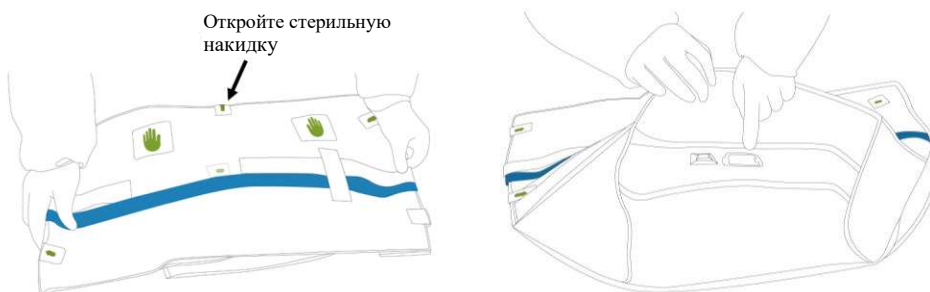

Рисунок 2.2. Раскрытие
2. Расположите чехол манипулятора инструментов на стерильном столе, чтобы отыскать и обнажить распорку интерфейса адаптера троакара (рис. 2.2).